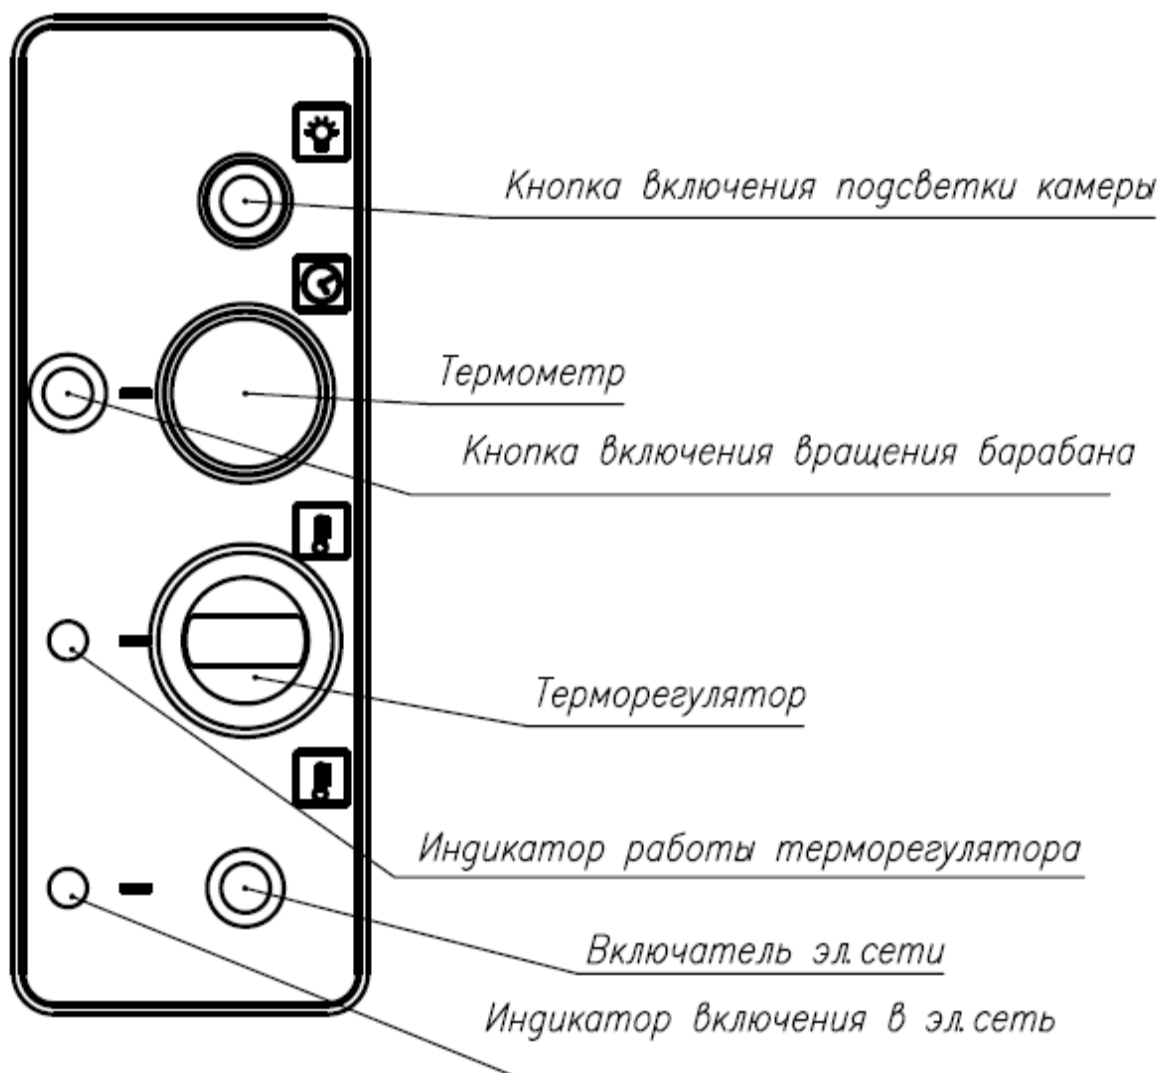

Рисунок 2
8.3. Нажать кнопку питания см. рис.2.
8.4. Включить освещение жарочной камеры гриля кнопкой, см. рис.2
8.6. Включить ТЭНы поворотом ручки терморегулятора по часовой стрелки до необходимой температуры рис.2. В процессе приготовления переключать необходимую температуру.
8.7. Включить вращение барабана при помощи кнопки на лицевой панели гриля слева рис.2.